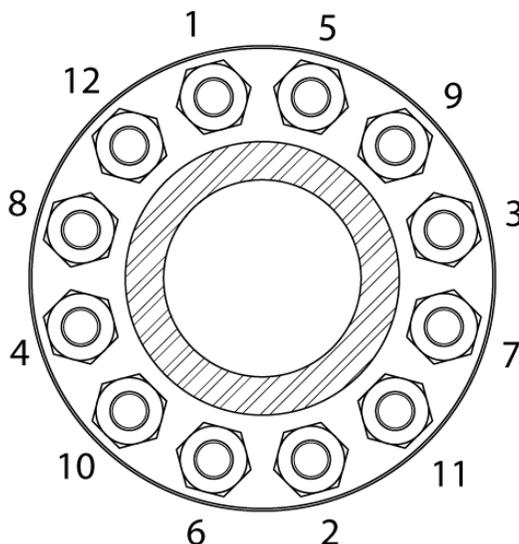

图 2-5. 螺栓拧紧顺序（12 螺栓法兰）
2. 在第一轮中，按照图 2-5 中的顺序将螺栓拧紧到建议扭矩的 25%。
3. 在第二轮中，按照图 2-5 中的顺序将螺栓拧紧到建议扭矩的 75%。
4. 在第三轮中，按照图 2-5 中的顺序将螺栓拧紧到建议扭矩的 100%。